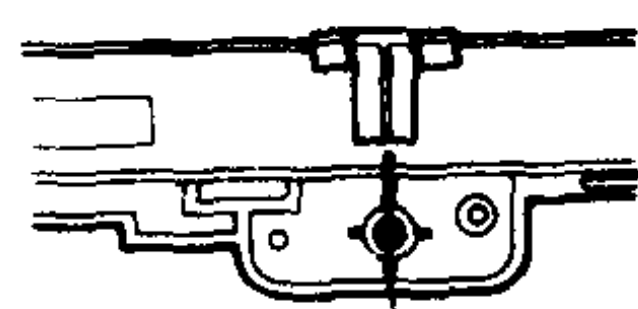

图1-2 标记点
2. 将调谐轴逆时针方向拧到头，使指针对准机身上的“标记点”并固定，见图1-2。